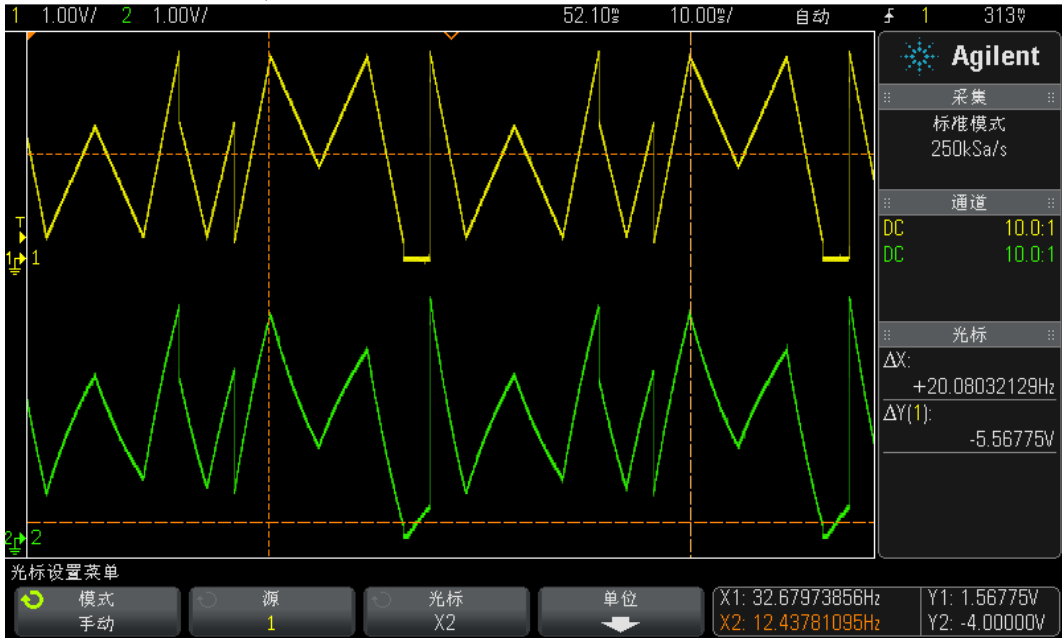

图 21.8 DAC 输出与功率放大器输出
- 1) 图 21.8 所示为示波器通道 1 接 DAC 输出，通道 2 接功率放大器对地正输出。